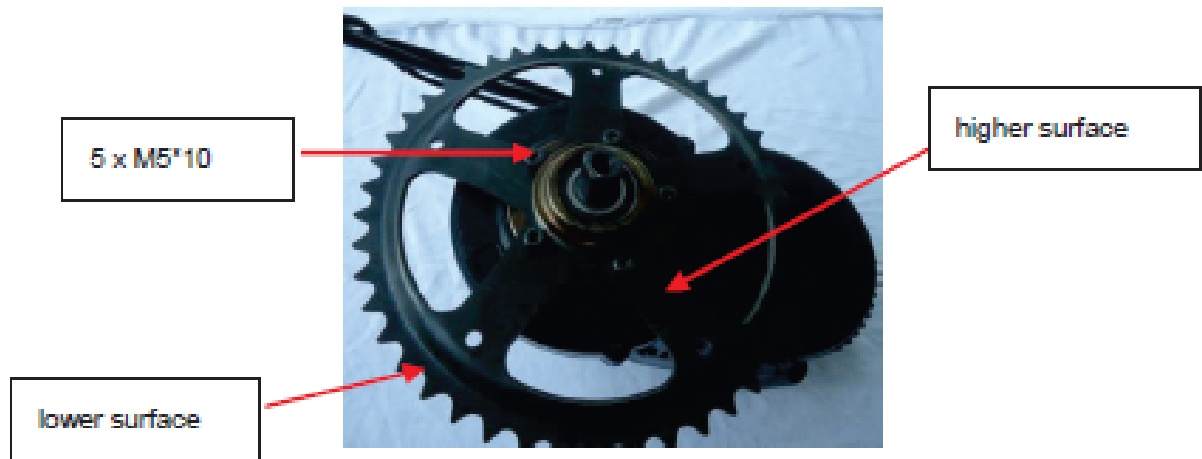

Bild1
2..Befestigen Sie das Kettenrad auf Antriebseinheit mit 5er Schraube M5 * 10, (siehe Bild 1), dann beheben Kettenabdeckung auf Kettenrad mit 5er schrauben